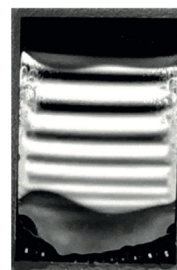

Figure 3. Interférences sur le film de savon
Le film de savon éclairé en lumière blanche est photographié. L'image est traitée par un logiciel qui permet de sélectionner une couleur correspondant à la longueur d'onde dans l'air égale à 600 nm. Le résultat est représenté en figure 3.
1.1. En utilisant la figure 3, expliquer comment distinguer les zones où les interférences sont constructives de celles où les interférences sont destructives.